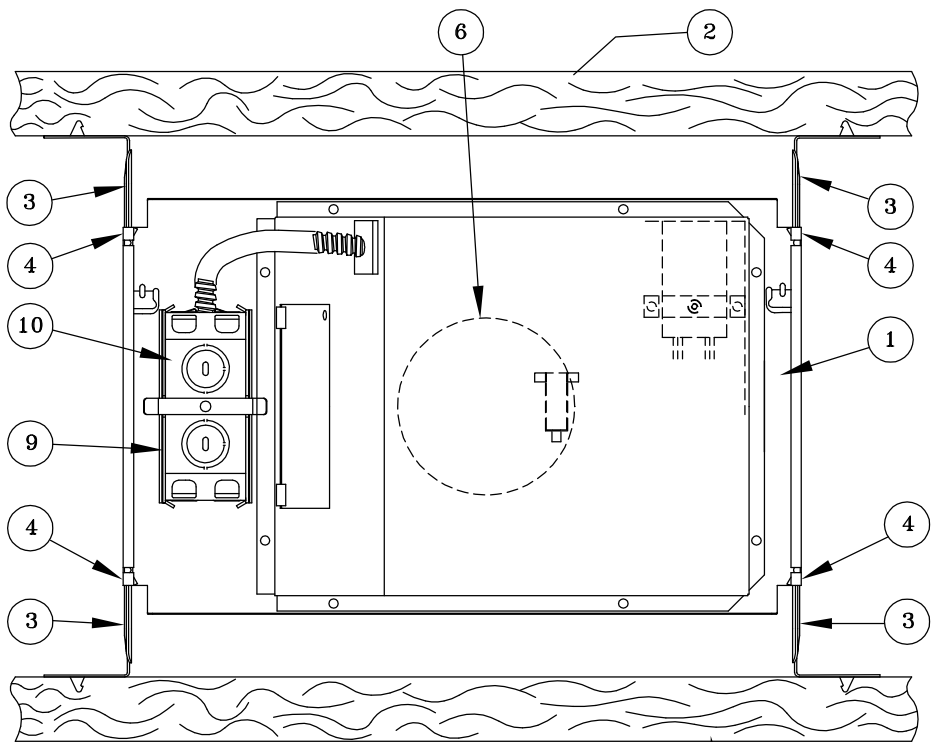

Fig. 1
When Fixture is in desired position, Crimp Four Plaster Frame Ends (4) with Pliers to lock in place. (See Fig.1 and 2)
- 1- Tenga el marco de yeso (1) entre las viguetas (2) y alargue las barras colgantes (3) de manera que entren en contacto con las viguetas. Asegúrese de que la base del marco de yeso (1) esté enrasado y alineado con el borde inferior de las viguetas. Clave las pestañas de las barras colgantes en las viguetas. Hunda clavos también en los agujeros de las barras colgantes para proporcionar soporte adicional si es necesario. Se puede encorvar las barras colgantes para acomodarse a condiciones estrechas de montaje. Cuando la lámpara esté en la posición deseada, doble los cuatro extremos del marco de yeso (4) con alicates para cerrar todo en posición. (Véase Fig. 1 y 2)
- 1- Tenez le cadre de plâtre (1) entre les solives (2) et allongez les barres en potence (3) contre les solives. Assurez-vous que le fond du cadre de plâtre (1) est à ras de et aligné avec le bord des solives. Enfoncez les pattes des barres en potence dans les solives. Enfoncez des clous dans les trous des barres en potence dans le cas où plus de support est désiré. Les barres de potence peuvent être courbées pour s'adapter aux conditions étroites de montage. Quand la lampe est dans la position désirée, pincez les quatre bouts du cadre de plâtre (4) avec une pince pour serrer en place. (Voir Fig. 1 et 2 )